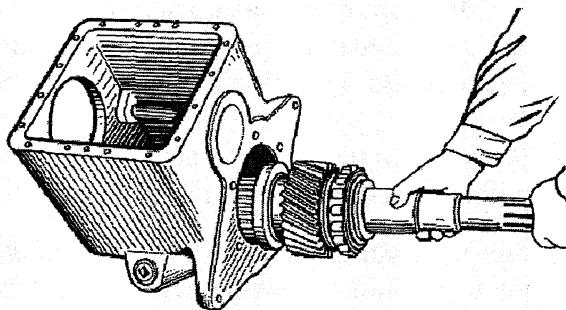

Рис. 16. Извлечение промежуточного вала
- 28.Вынуть промежуточный вал (рис. 16) из переднего картера с шестерней 64 (см. рис. 9) высшей передачи и втулкой 63 синхронизатора, снять одновременно в полости картера шестерню 90 низшей передачи и синхронизатор 62.